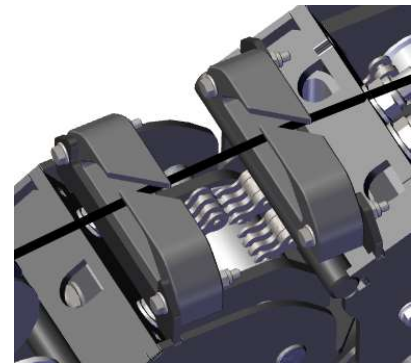

Abbildung 48
- Legen Sie das Seil nun durch den schrägen Schlitz des Kunststoffblocks oben am 2. Mastteil (siehe Abbildung 48).
- Legen Sie das Seil nun durch den schrägen Schlitz des Kunststoffblocks oben am 3. Mastteil (siehe Abbildung 48).